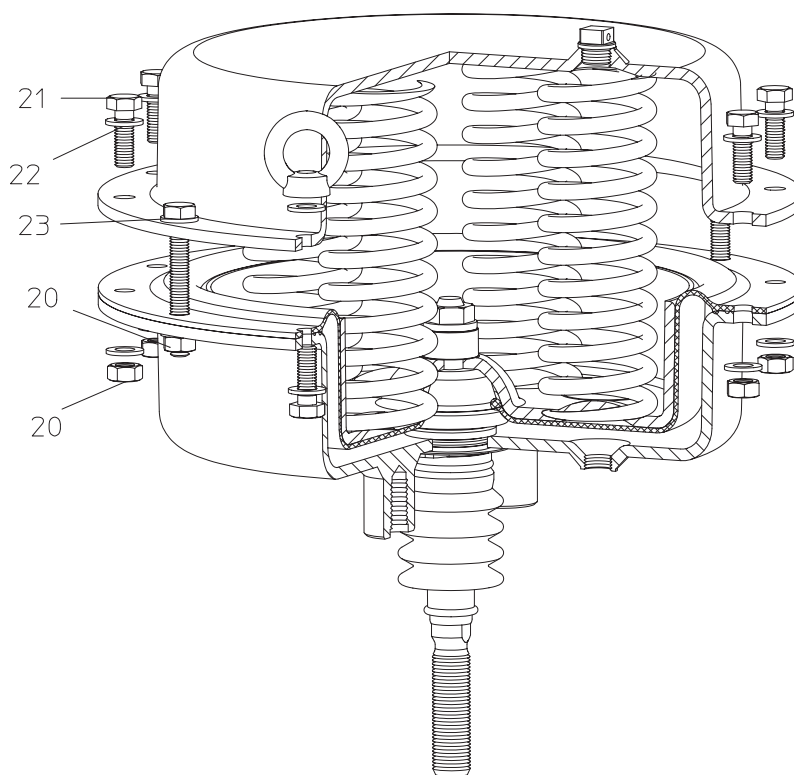

Fig. 20
- En los accionamientos que tienen reforzada la tensión previa del resorte (véase la Fig. 20) los modelos DP32 y DP33 tienen dos tornillos largos (pos. 23), y el DP34 tiene cuatro. Soltar los tornillos al final de modo uniforme para eliminar así la tensión previa del resorte.